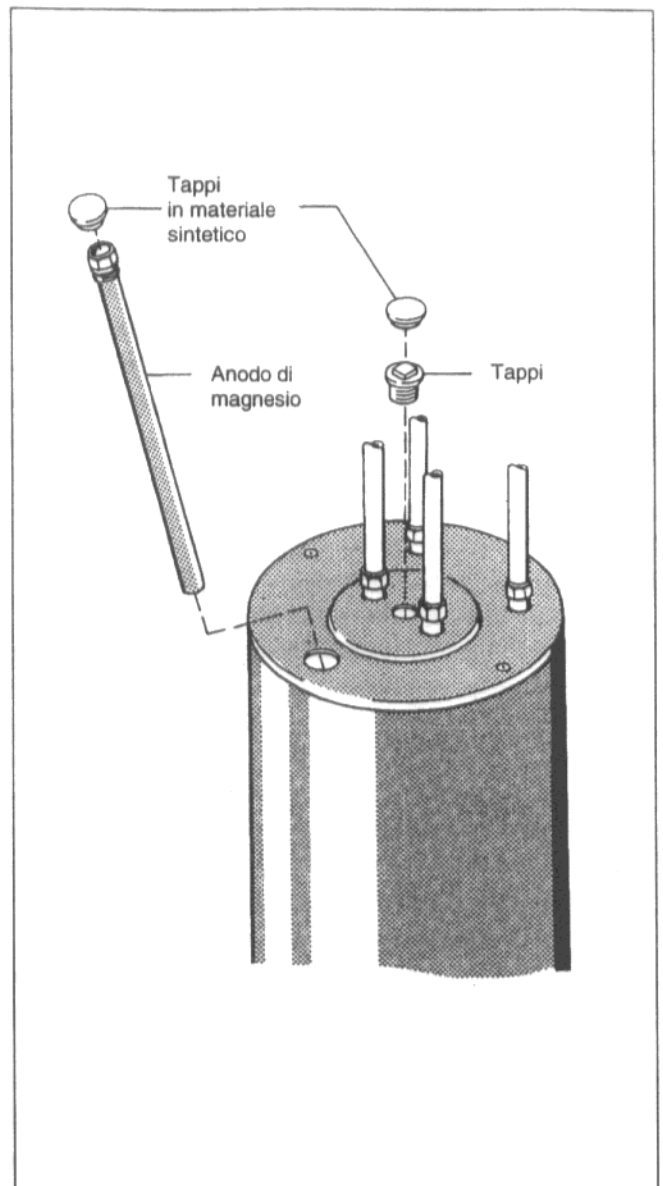

Fig. 7
Per controllare l'anodo di magnesio bisogna smontare il tappo in materiale sintetico posto sul coperchio dell'accumulatore ed estrarre l'anodo di magnesio (Fig. 7).
- Estrarre i tappi in materiale sintetico dell'anodo di magnesio e l'apertura d'ispezione (Fig. 7).
- Estrarre l'anodo di magnesio (Fig. 7).
- Svitare i tappi dell'apertura di revisione (Fig. 7).
- Inserire i tappi in materiale sintetico nella copertura in lamiera (Fig. 7).